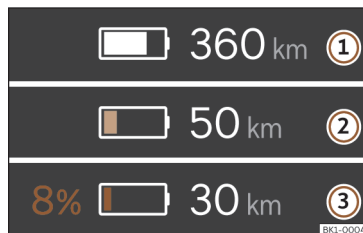

Fig. 3 En el cuadro de instrumentos digital: autonomía e indicación de la reserva.
El estado de carga actual de la batería de alto voltaje se indica con el símbolo en el cuadro de instrumentos digital»» **fig. 3 ①**. El símbolo de la batería estará más o menos lleno en función del estado de carga de la misma.
La autonomía del vehículo se muestra en kilómetros (km) o millas (mi) en función del ajuste seleccionado»» **fig. 3 ②**.
- ① Estado de carga de la batería y autonomía
- ② Indicación de la reserva (nivel de advertencia 1) y autonomía
- ③ Indicación de la reserva (nivel de advertencia 2) y autonomía
Cuando se alcanza la zona roja de la reserva de la batería de alto voltaje, se muestra el símbolo junto con un valor porcentual en color»» **fig. 3 ③**.